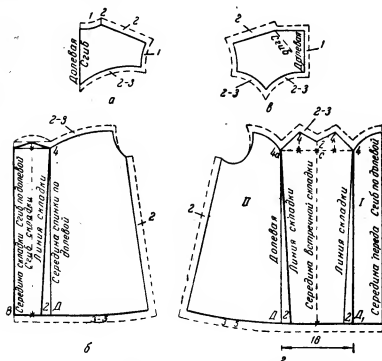

Рис. 153. Подготовка выкройки платья на фасонной кокетке со встречными складками к раскрою:
Спинка. При раскладке выкройки на ткани кокетку спинки (рис. 153, а) укладывают так, чтобы ее середина была по долевой нити на сгибе ткани. Нижнюю часть спинки (рис. 153, б) укладывают так, чтобы линия середины спинки была по долевой нити на расстоянии 8 см (для складки) от сгиба ткани. От точки Д (низа середины спинки) влево откладывают 2 см (на раскос складки). Точку 2 соединяют по линейке с точкой 4 (по этой линии закладывают складку).
Полочка. При раскладке выкройки на ткани кокетку полочки укладывают так (рис. 153, в), чтобы ее середина была по долевой нити. Нижнюю часть полочки (рис. 153, г) укладывают так, чтобы середина переда была по долевой нити на сгибе ткани. От первой части (I) выкройки откладывают 16 см (для встречной складки) и укладывают вторую часть выкройки (II) так, чтобы линия Д4а была по долевой нити. Точки 4 и 4а соединяют пунктирной линией по линейке. Низ выкроек соединяют прямой линией.